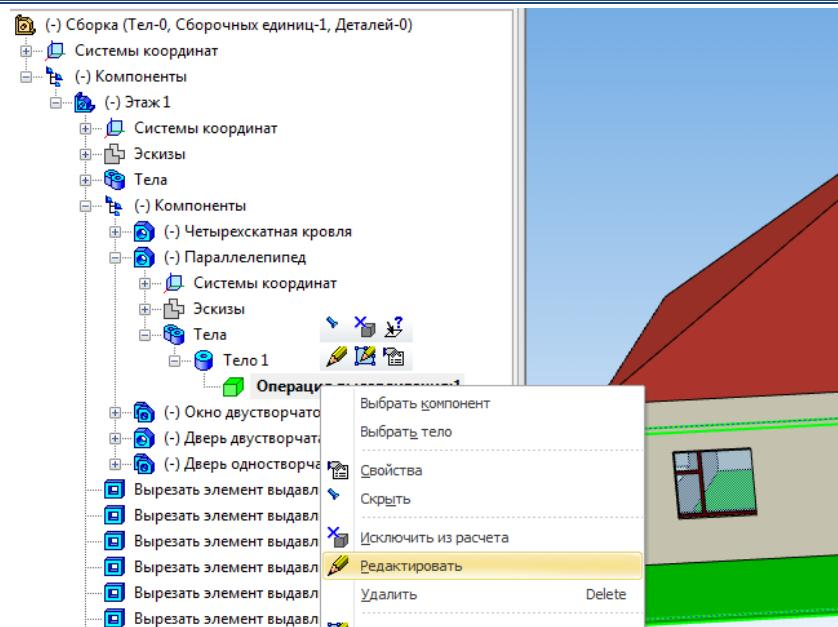

Рисунок 2.1.14. Команда Редактировать в Операции выдавливания.
- в) Выделив операцию выдавливания в контекстном меню выбрать команду **Редактировать**. (Рис. 2.1.14)